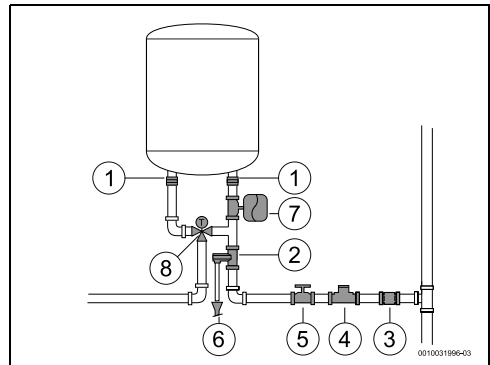

Fig. 11
- ▶ installer un réducteur de pression (Fig. 11, [4]). La soupape différentielle se déclenche lorsque la pression d'eau dans l'appareil est supérieure à 8 bars (± 1 bar), et il est donc nécessaire de prévoir un moyen d'évacuer cette eau.
- ▶ installer un vase d'expansion (Fig. 11, [7]) pour empêcher l'ouverture trop fréquente de la soupape différentielle. Le volume du vase d'expansion doit être équivalent à 5% du volume de l'appareil.